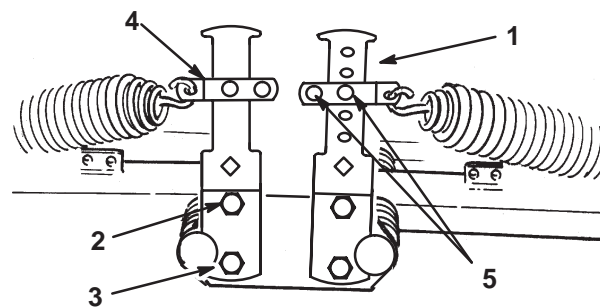
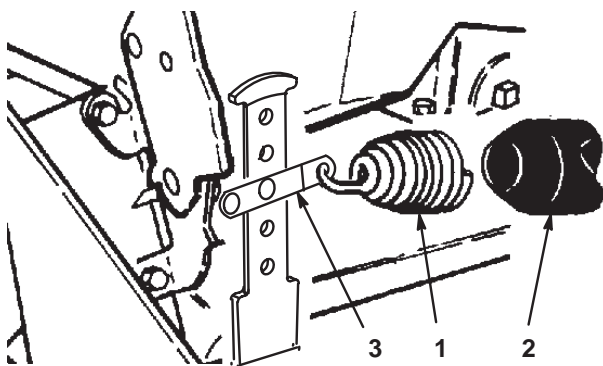

図 13
図 14
2. スプリングの反対側の端部を前後のカウンタバランス・アーム（図13、図14）の適切な穴（選択方法は以下を参照）に引っ掛ける（スプリング・シャックル、クレビスピン、コッターピンを使用）。
4. 外しておいたキャップスクリューとナットでカウンタバランス・アームの下部を元通りに固定し、上キャップスクリューを締め付ける (図13)。